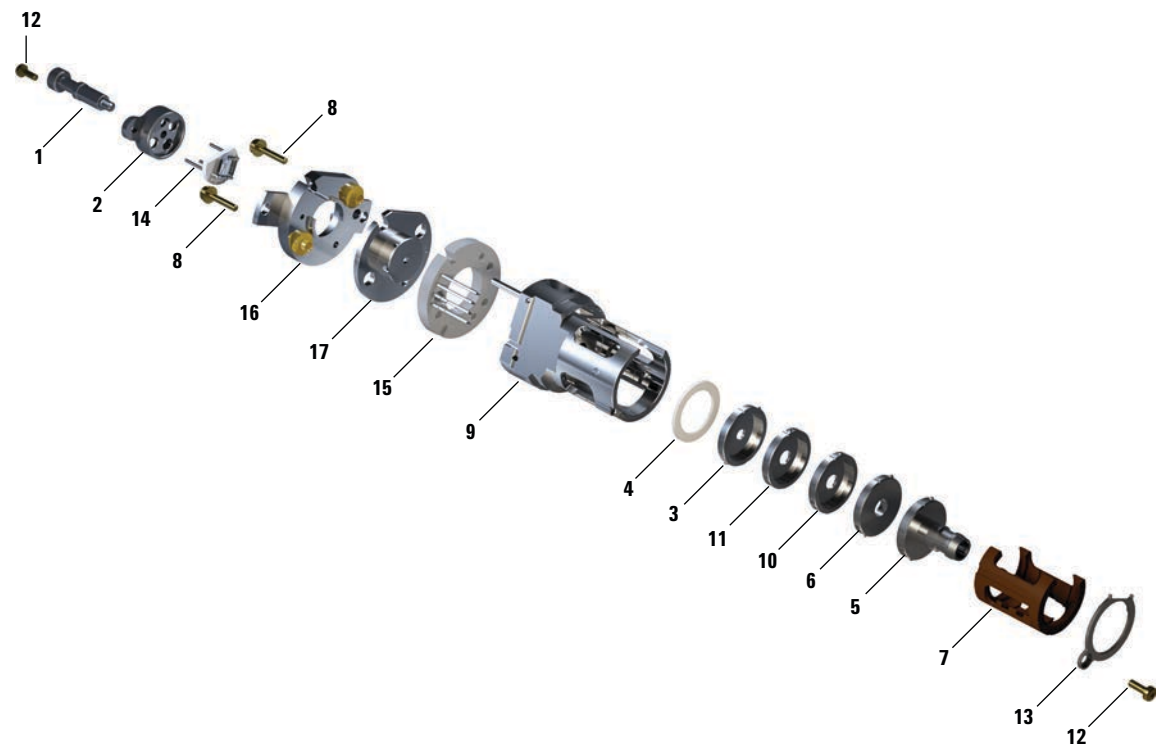

Figura 41 Montagem da fonte de alta eficiência de EI
Consulte a vista explodida das peças na Figura 41 e a lista de peças da fonte de alta eficiência de EI na Tabela 17 na página 140, enquanto estiver usando este procedimento.
- 3 Insira a pilha de lente no isolador no corpo da fonte. (Consulte Figura 41 na página 140). Os números gravados ficam de frente para a abertura total que se prolonga para a extremidade da estrutura da fonte. Verifique se a cerâmica está bem ajustada no fim do corpo da fonte.
Tabela 17 Lista das peças da fonte de alta eficiência de EI (Figura 41)
Tabela 17 Lista das peças da fonte de alta eficiência de EI (Figura 41) (continuação)